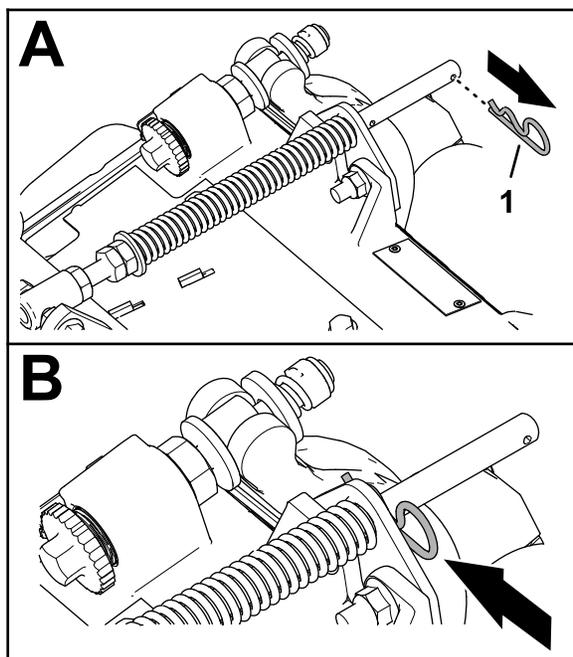

Рисунок 17
1. Если в заднем отверстии штока пружины компенсации установлен игольчатый шплинт, извлеките его и вставьте в отверстие рядом с кронштейном (**Рисунок 17**).
1. Если в заднем отверстии штока пружины компенсации установлен игольчатый шплинт, извлеките его и вставьте в отверстие рядом с кронштейном (Рисунок 17).